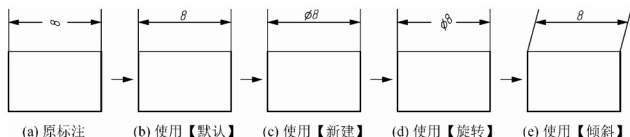

图 6-71 编辑尺寸标注
(1) 【默认(H)】：将选定的标注文字移回到由标注样式指定的默认位置和旋转角。如图 6-71(b)所示。
(2) 【新建(N)】：选择该选项，系统打开【文字格式】编辑器，可以编辑标注文字内容。图 6-71(c)为标注文字前添加了前缀“ ϕ ”。
(3) 【旋转(R)】：可将选定的标注对象文字按指定角度旋转。操作时先设置角度值，然后选择尺寸对象，如图 6-71(d)所示。
(4) 【倾斜(O)】：选择一个或多个标注对象，最后输入尺寸界线倾斜角度(尺寸界线相对于 X 轴正方向的角度)，如图 6-71(e)所示。